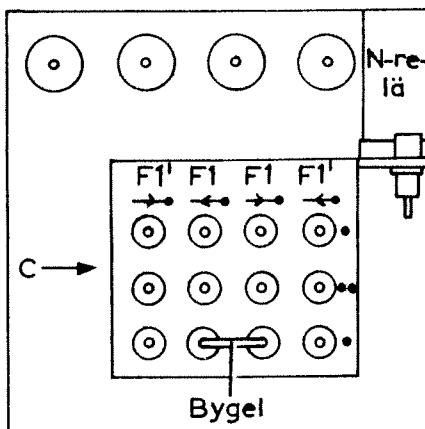

Bild 7
- 431 Slingkoppla stativet medelst bygling i stativets inkopplingsdel enligt bild 7,